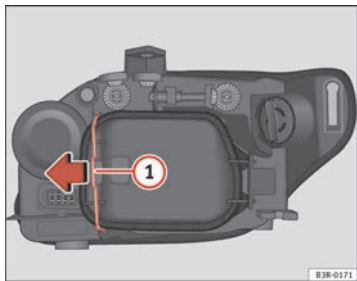

Abb. 202 Standlicht
- Den Spanner ⇒ Abb. 202 ① in Pfeilrichtung bewegen und den Deckel abnehmen, indem zuerst die Seite des Spanners und danach die beiden Laschen des anderen Endes des Deckels abgenommen werden.